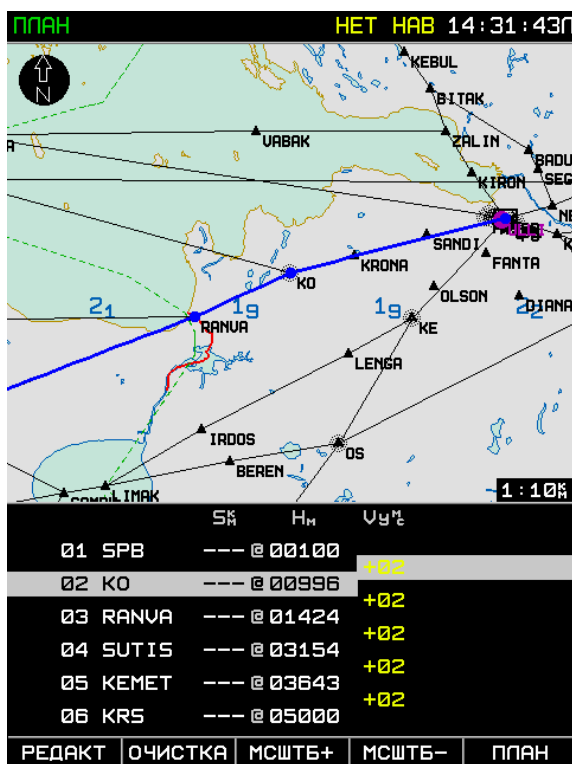

Рис.73. Результаты автоматического планирования бесступенчатого занятия заданной высоты
4. Нажать кнопку ВВОД – на дисплее будут отображены рассчитанные высоты пролета участков маршрута и вертикальные скорости (Рис.73).